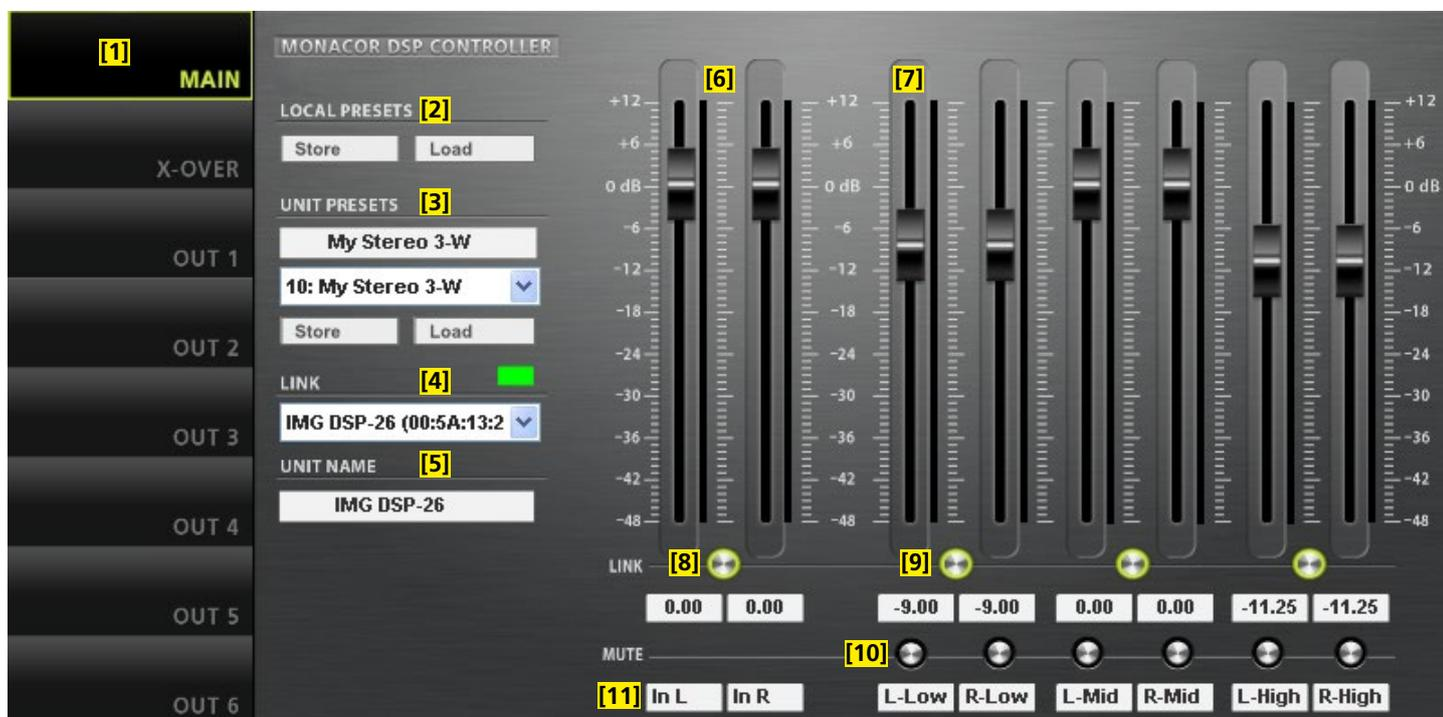

Abb. 10 Konfigurationsfenster in der Ansicht MAIN
8. Schaltfläche (⊞) zum Aufruf des Konfigurationsfensters (Abb. 10) für ein Gerät, das „online“ ist
In der Liste erscheinen jetzt verschiedene virtuelle Geräte mit der zusätzlichen Bezeichnung „DEMO...“. Wie bei realen Geräten kann hier über die Schaltfläche  das Konfigurationsfenster aufgerufen werden ( Abb. 10).
Das Konfigurationsfenster (Abb. 10) mit der Hauptansicht (MAIN) wird für das gewählte Gerät angezeigt. Auf der linken Seite wird als Farbfeld neben LINK [4] der Verbindungsstatus des Geräts angezeigt.
### 6.3.2 Ansicht MAIN (Abb. 10)